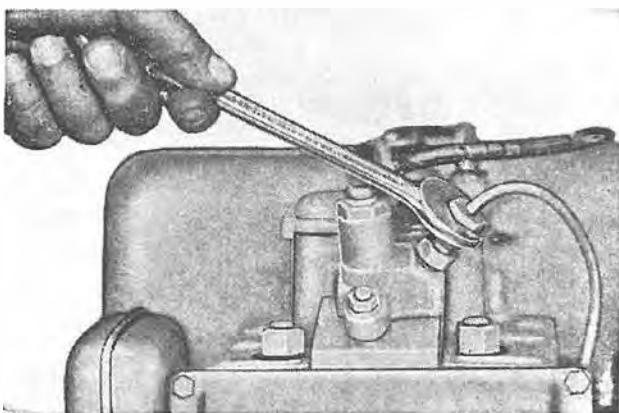

Fig. 85
- Spurgare l'aria della tubazione di mandata allentando il raccordo dell'inniettore e facendo ruotare alternativamente il volano tra P.M.S. e punto d'inizio pompata (fig. 77) in fase di compressione sino ad ottenere la fuoriuscita di combustibile (fig. 85).
Rotate alternately flywheel between TDC and pump starting point (Fig. 77) on compression stroke until fuel comes out (Fig. 85).
- Purger l'air de la tubulure de refoulement, desserant le raccord de l'injecteur et en faisant tourner alternativement le volant entre le PMH et le point de début du pompage (fig. 77) en phase de compression, jusqu'à ce que le combustible déborde (fig. 85).